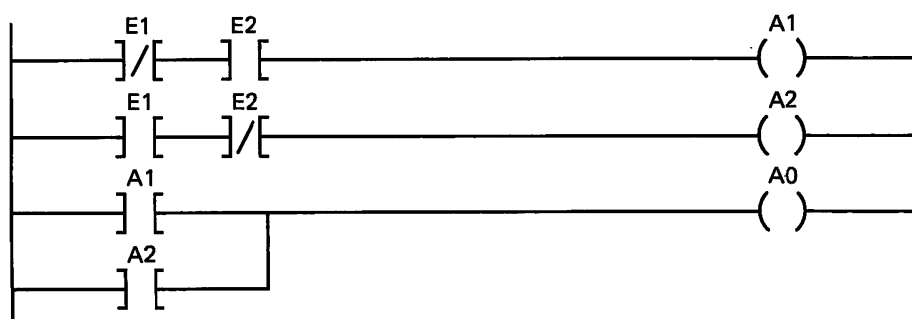

Bild F9.2
7. Stellen Sie den Kontaktplan in Bild F9.2 durch Schaltzeichen dar.
8. a) Stellen Sie für den Kontaktplan in Bild F9.2 das Programm in Form von Anweisungen und als Liste auf.
- b) Geben Sie das unter a) aufgestellte Programm in die SPS ein. Vergleichen Sie bitte Ihren Kontaktplan auf dem Bildschirm mit dem Kontaktplan in Bild F9.2.